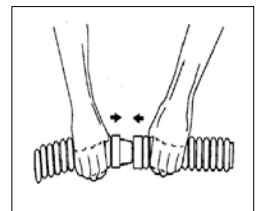

Ilustración 4
Consta de once (11) mangueras de conexión y una (1) manguera principal de 81 cm con un conector gris. Conectar las secciones de manguera especiales del limpiafondos introduciendo firmemente y dando la vuelta al conector macho de cada manguera en el extremo hembra de las secciones de tubo adyacentes (ver ilustración 4). Según el tamaño y la forma de su piscina, puede no ser necesario utilizar todas las secciones de manguera. Sin embargo, **se DEBE SIEMPRE utilizar la manguera principal o su limpiafondos no funcionará correctamente**. No es necesario conectar a fondo las mangueras, pero las conexiones DEBEN estar lo suficientemente apretadas para evitar fugas de aire. Es más fácil conectar las secciones de manguera si se humedecen sus extremos